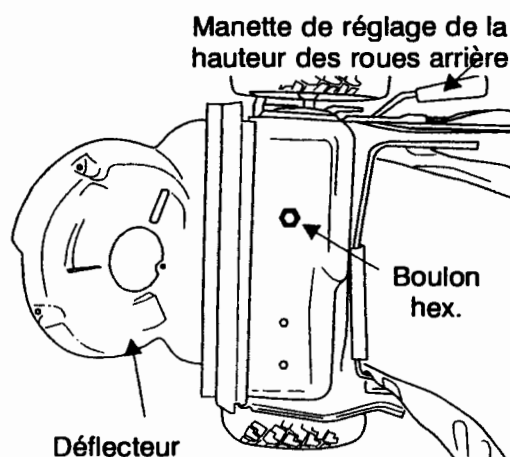

Figure 20
8. Enlevez le boulon hex. qui maintient la transmission sur la carrosserie de la tondeuse. Voir la figure 20.